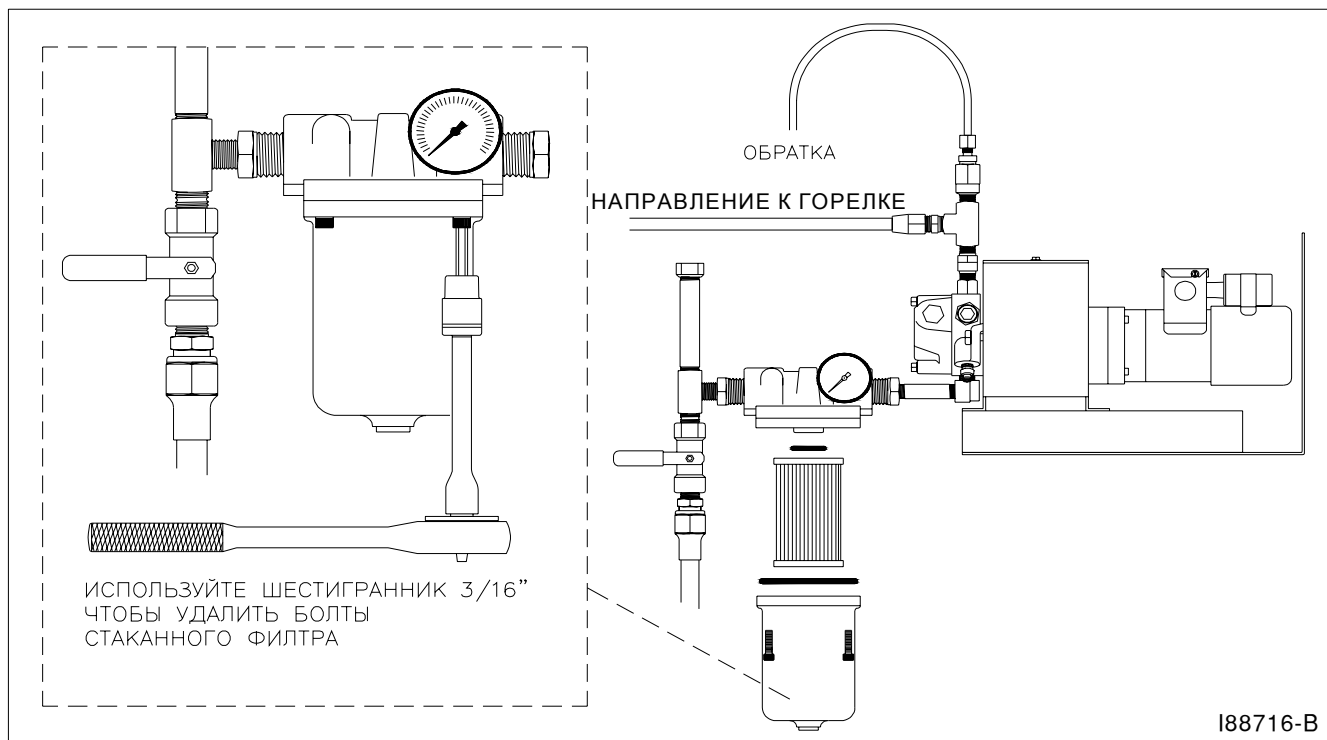

Рисунок 9А – Компоненты стаканного фильтра
5. Используя Рисунок 9А, проверьте состояние прокладок. Замените их в случае износа или повреждения.